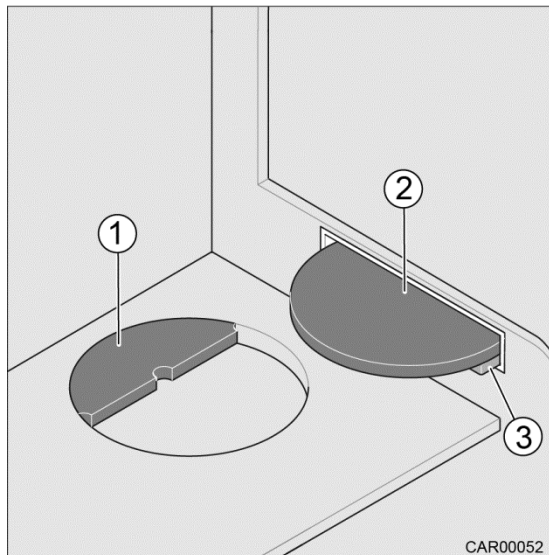

Fig. 101 Recouvrements des éviers
On peut ranger les recouvrements (Fig. 101/1 et 2) dans un logement sous l'évier.
Le recouvrement (Fig. 101/2) peut faire office de dépose d'appoint.
1. Retourner le recouvrement (Fig. 101/2).
2. Tenir le recouvrement en l'inclinant légèrement et introduire l'arête droite de manière régulière par le haut dans les supports (Fig. 101/3).